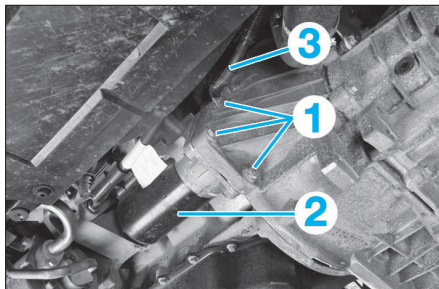

FIG. 9
- les 3 vis de fixation (1) (Fig. 9).
- le démarreur (2).